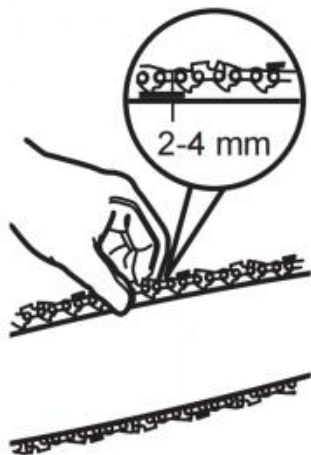

Fig. 15
1) Sprawdź napięcie łańcucha jedną ręką, unosząc łańcuch piły (C12) pod ciężar produktu. Prawidłowe napięcie łańcucha uzyskuje się, gdy łańcuch piły można unieść o ok. 2 - 4 mm od prowadnicy (C13) pośrodku (Rys. 15).